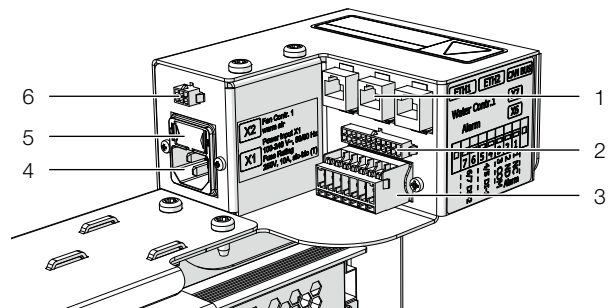

Abb. 49: Anschlüsse im hinteren oberen Bereich
- Stellen Sie die Verbindung des Anschlusskabels vom Wassermodul zum Anschluss X7 im hinteren oberen Bereich des LCP Rear Door CW her (vgl. Abb. 49).